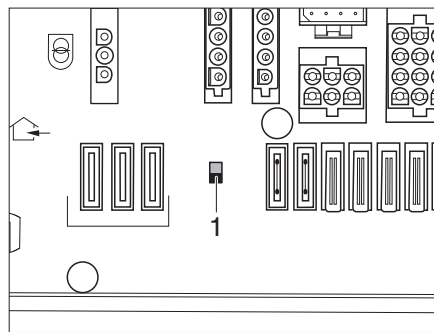

Bild 269 Batterie-Trennschalter
- Batterie-Trennschalter (Bild 269,1) am EBL auf "EIN" schalten.